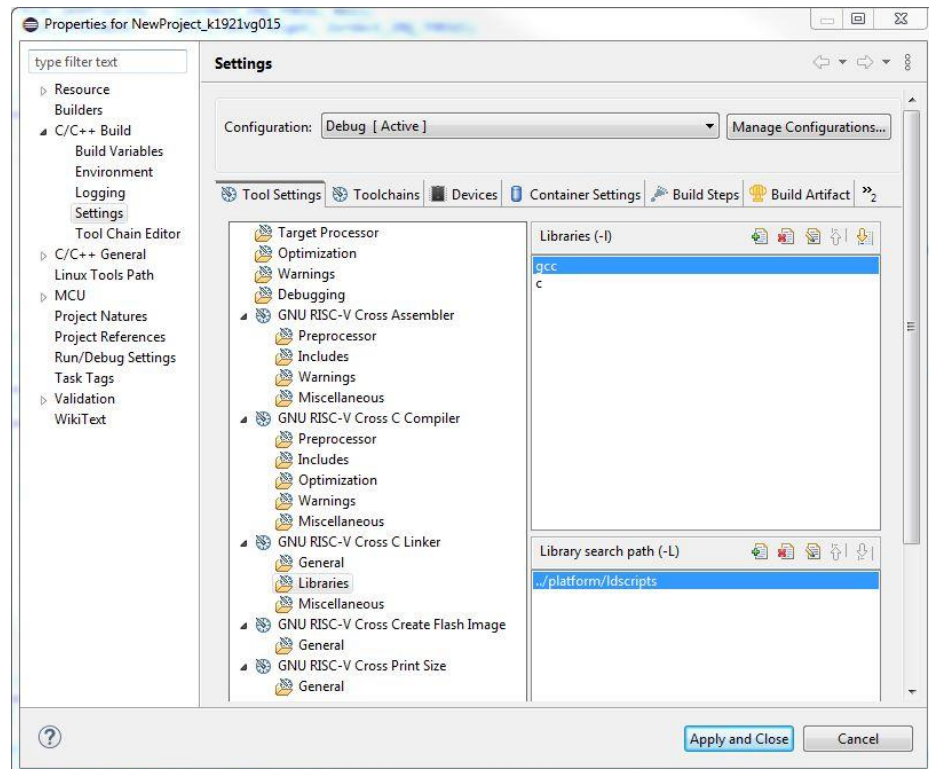

Рисунок 3.27 – Указание библиотек линкера и пути к ним
7. Указать библиотеки линкера и путь к ним (см. рисунок 3.27).